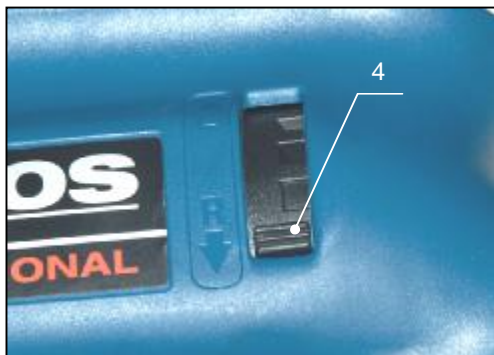

Рис.4
Переключателем направления вращения (поз.4, рис.4) можно манипулировать только в состоянии полной остановки перфоратора!
Переключатель направления вращения (поз.4, рис.4) при переключении берите с двух сторон, поворачивая его большим и указательным или безымянным пальцем.
**Правый ход:** переключатель направления вращения (поз.4, рис.4) установить в позицию «R». Этот режим предназначен для сверления (с ударом, без удара) и закручивания шурупов (болтов).